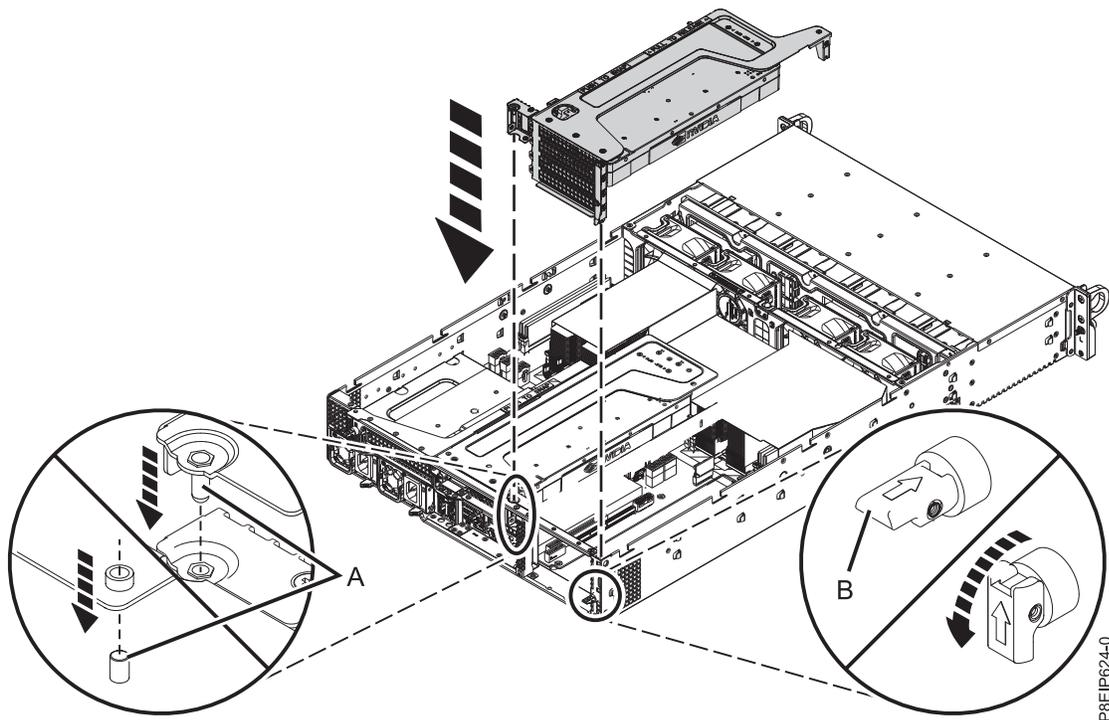

Abbildung 58. Riserkarte für PCIe-Adapter einsetzen
- f. Setzen Sie die PCIe-Riserkarte ein (siehe Abb. 58 auf Seite 49).
3) Setzen Sie den Haltesttift (B) zurück, um die Riserkarte zu befestigen.